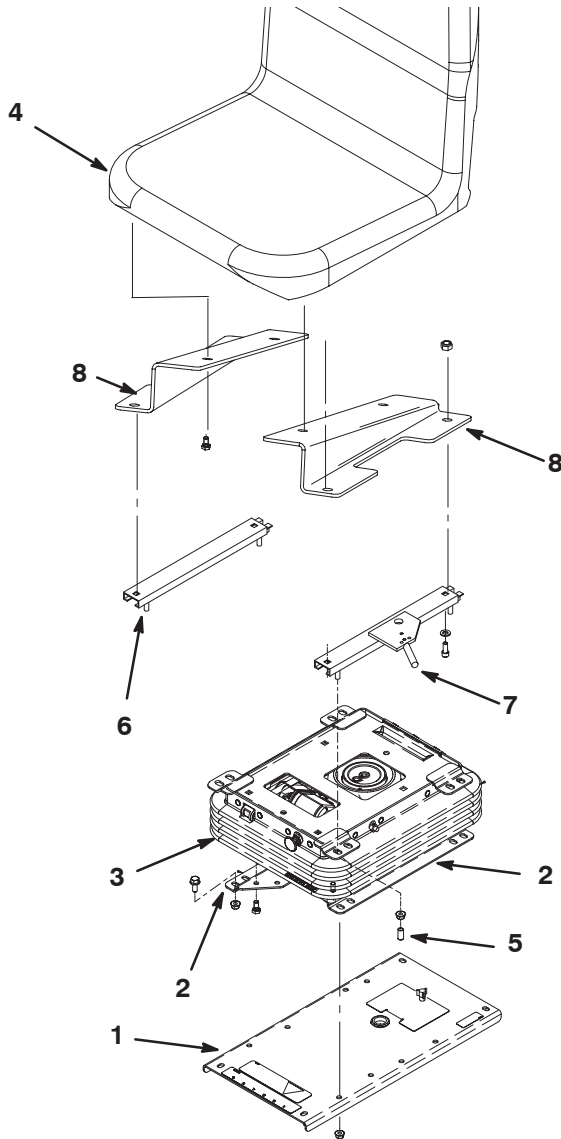

Figure 5
1. Retirez les (4) vis et écrous qui fixent la plaque de montage du siège au châssis du groupe de déplacement (Fig. 5). Déposez la plaque du siège.
2. Fixez les supports inférieurs à la suspension du siège avec les (4) boulons fournis dans le kit (Fig. 5).
3. Fixez les supports inférieurs et la suspension du siège à la plaque de base avec les (4) boulons et écrous fournis dans le kit (Fig. 5).
4. Fixez les supports et la suspension du siège à la plaque de base avec les (4) boulons et écrous fournis dans le kit (Fig. 5).
5. Fixez les pattes gauche et droite au siège avec (4) boulons (Fig. 5). Les pattes du siège doivent être montées de manière que les extrémités hautes se trouvent à l'avant du siège.
6. Fixez les supports supérieurs au pattes du siège avec les (4) boulons, rondelles plates et écrous fournis dans le kit (Fig. 5). Le support de siège sur lequel se trouve le levier de réglage doit être monté sur la patte gauche.
7. Fixez les supports supérieurs à la suspension du siège avec les (4) écrous fournis dans le kit (Fig. 5). Insérez les capuchons en vinyle sur les goujons du siège.
8. Remontez l'ensemble plaque de base et siège sur le châssis de la machine avec les (4) boulons et écrous retirés précédemment.